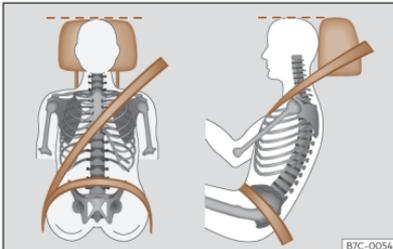

Fig. 14 Banda del cinturón y apoyacabezas ajustados correctamente.
- ¹⁾ Mantenga la nuca lo más cerca posible del apoyacabezas >>> **fig. 14**.
- Ajuste longitudinalmente el asiento de forma que pueda pisar a fondo los pedales con las rodillas ligeramente flexionadas y que quede una distancia entre la zona de las rodillas y el tablero de instrumentos de al menos 10 cm (4 pulgadas) >>> **fig. 14**.